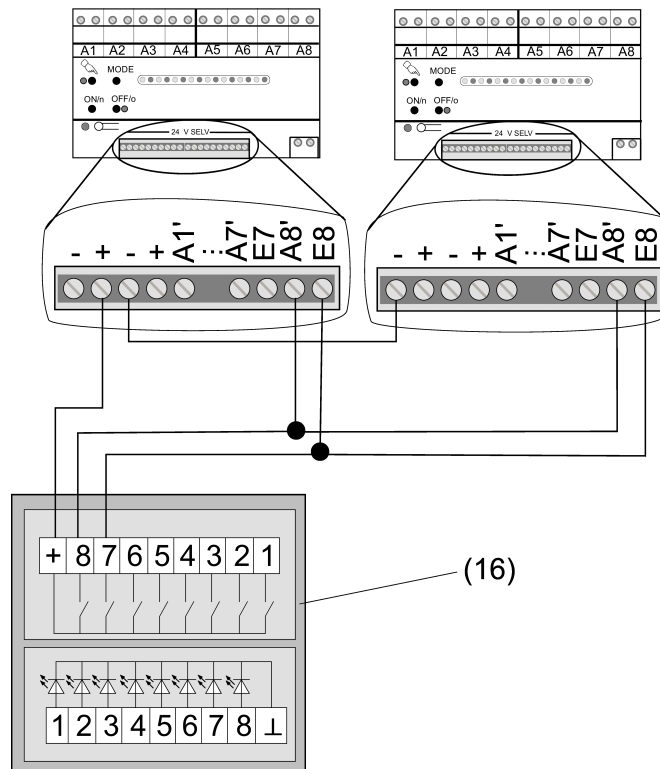

Bild 9: Anschlussbeispiel Zentral EIN Zentral AUS
- Tastsensor 24 V gemäß Anschlussbeispiel anschließen. Hier schaltet Kanal 7 des Tastsensors 24 V Zentral EIN und Kanal 8 Zentral Aus (siehe Bild 9)